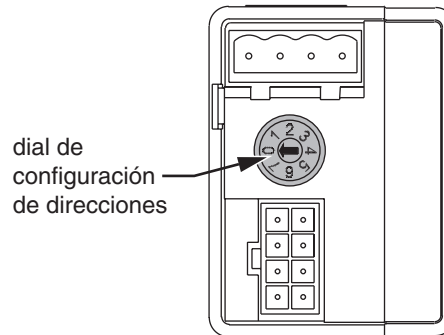

Figura 2: Dial giratorio en el accesorio selector de direcciones del dispositivo esclavo
1. Localice el dial de configuración de direcciones en el selector de direcciones del dispositivo esclavo (vea la Figura 2).